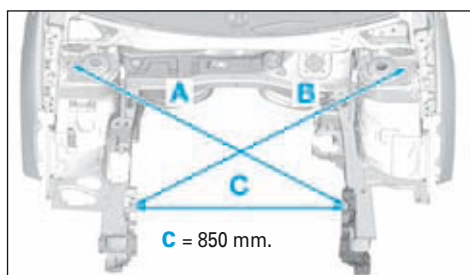
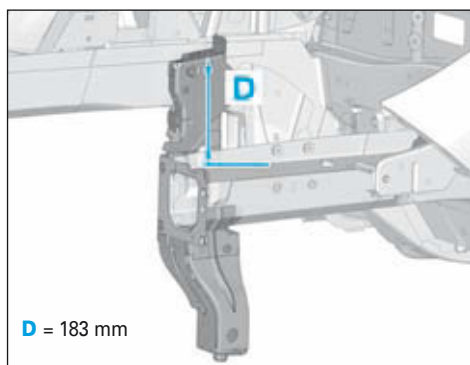

FIG.7
FIG.8
- Respecter les dimensions indiquées (Fig.7) et (Fig.8).